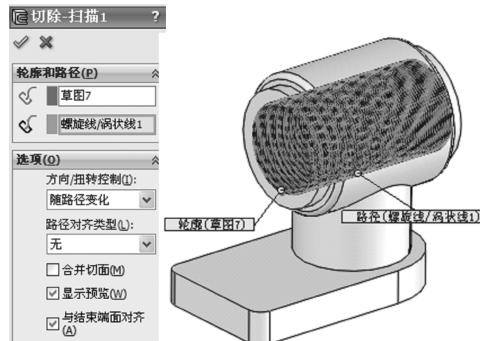

图 1-86 创建扫描切除特征
- 14 单击【扫描切除】按钮 $\square$ ，选择上步骤绘制的草图作为扫描轮廓，选择螺旋线作为扫描路径，并创建出阀体工作部分的螺纹特征，如图 1-86 所示。